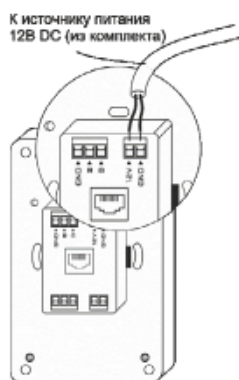
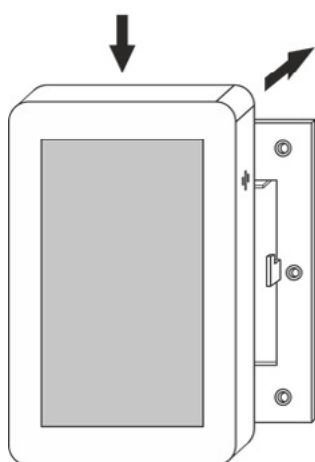

Рис.11
Рис.15
2. Подключить питание панели, соблюдая полярность +12В и GND от комплектного блока питания на соответствующие клеммы панели (см. рис. 11).
4. Подключить панель управления согласно выбранному типу подключения и схеме подключения (см. рис.11 или рис.12).
5. Установить панель на монтажную рамку согласно рисунку (см. рис.15).
Подключить панель управления согласно выбранному типу и схемы подключения (см. рис.11 или рис.12). 5. Установить панель на монтажную рамку согласно рисунку (см. рис.15).
5. Подключить панель управления согласно выбранному типу и схемы подключения (см. рис.11 или рис.12).